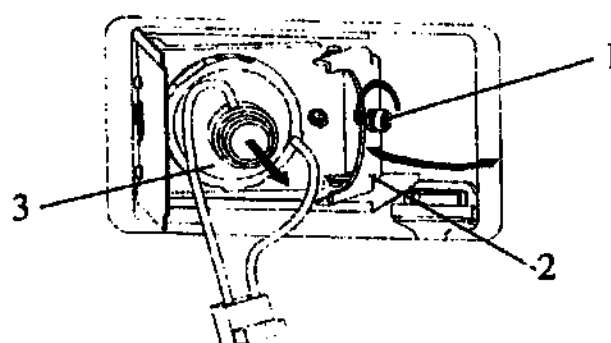
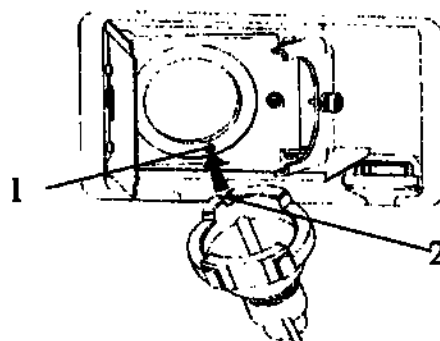

Рисунок 23
Рисунок 24
3.2.3 Установить новую лампу внутрь корпуса таким образом, чтобы винт 1 (рисунок 24) вошёл в паз на лампе 2. Вернуть держатель лампы 2 (рисунок 23) в первоначальное положение и повернуть винт 1 по часовой стрелке.